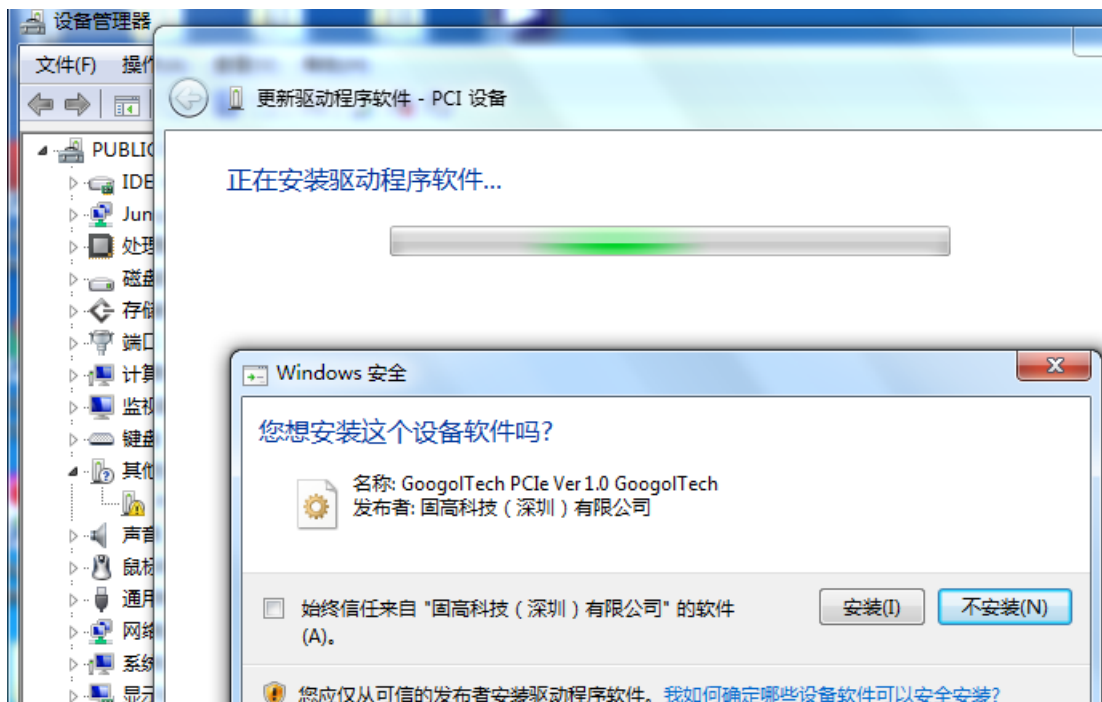
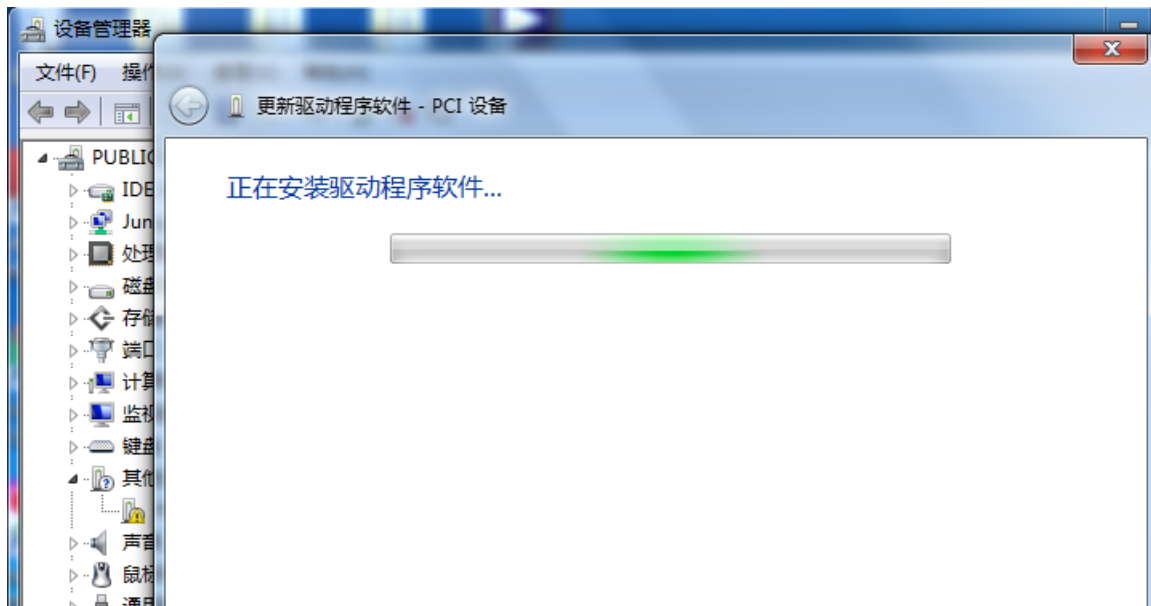

图 2-14 运动控制卡驱动程序安装界面 4
图 2-15 运动控制卡驱动程序安装界面 5
- (5) 在找到驱动程序所在位置之后，在上图所示的界面中点击【下一步】，弹出如图2-14所示的提示界面，勾选“始终信任来自‘固高科技（深圳）有限公司’的软件（A）”后，点击【安装】按钮，驱动安装过程中如图2-15所示。